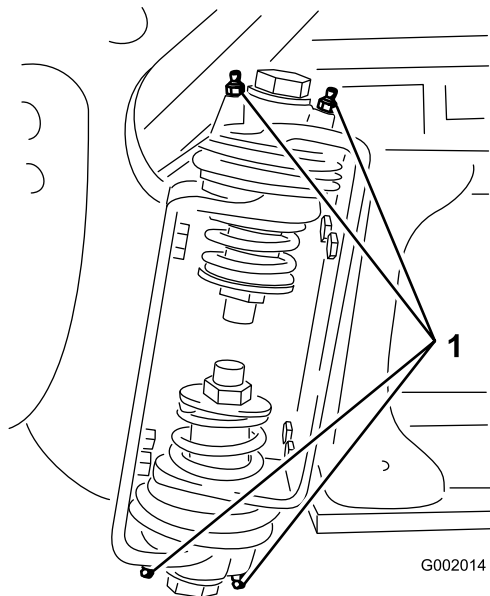

图 38
2. 将润滑脂通过黄油嘴打入到各个轴承或轴套中 (图 38).